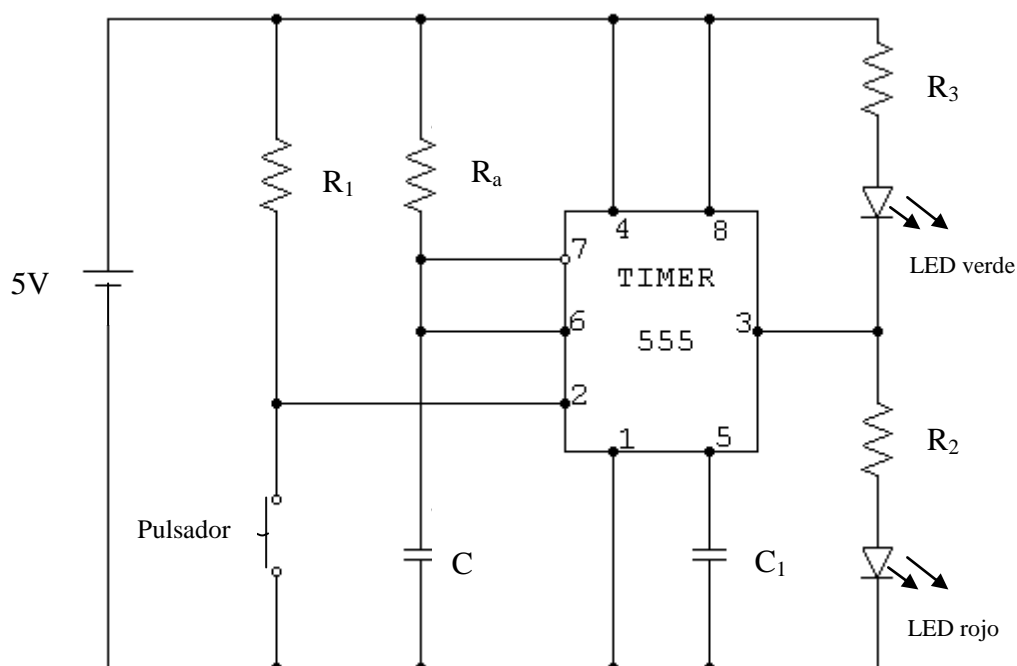

Figura 7.8
Para entender correctamente el funcionamiento del circuito integrado 555 en su modo de funcionamiento monoestable, se propone el siguiente montaje (Figura 7.8).
- Monta el circuito de la Figura 7.8.